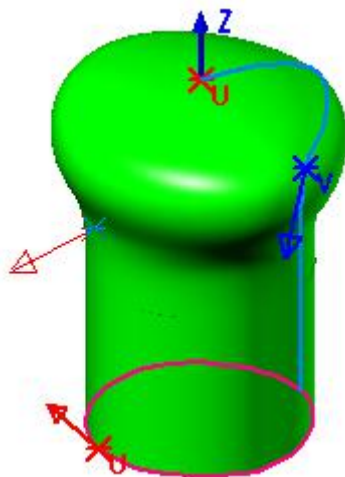

图 6-10 导动面的法向和流线方向调整
- d) 检查并调整导动面的法向和流线方向。生成导动面后要注意使用【变换】中的【方向和起点】查看并调整导动面的法向及流线方向。（导动面的法向必须指向待加工的一侧）如图6-10。